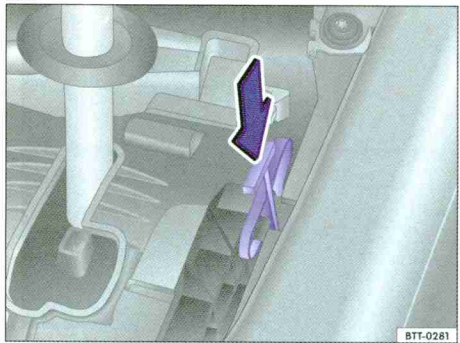

Fig. 184 Déverrouillez d'urgence le blocage du levier sélecteur.
- Poussez le levier de déverrouillage \Rightarrow fig. 184 dans le sens de la flèche et maintenez-le dans cette position.